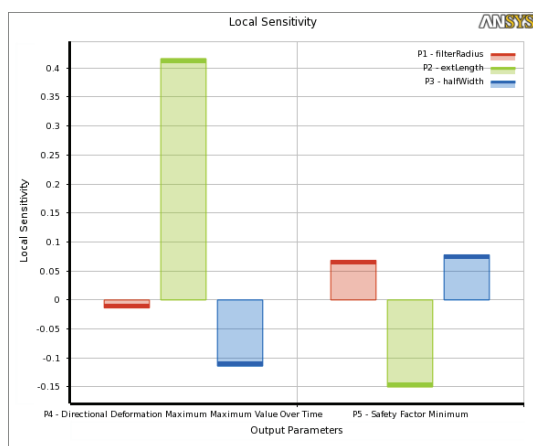

图 25-39 局部敏感度图
5) 在 Outline of Schematic B3: Response Surface 的第 18 行上左击, 可以查看局部敏感度图, 如图 25-39 所示 (注意该图仅是部分结果)。